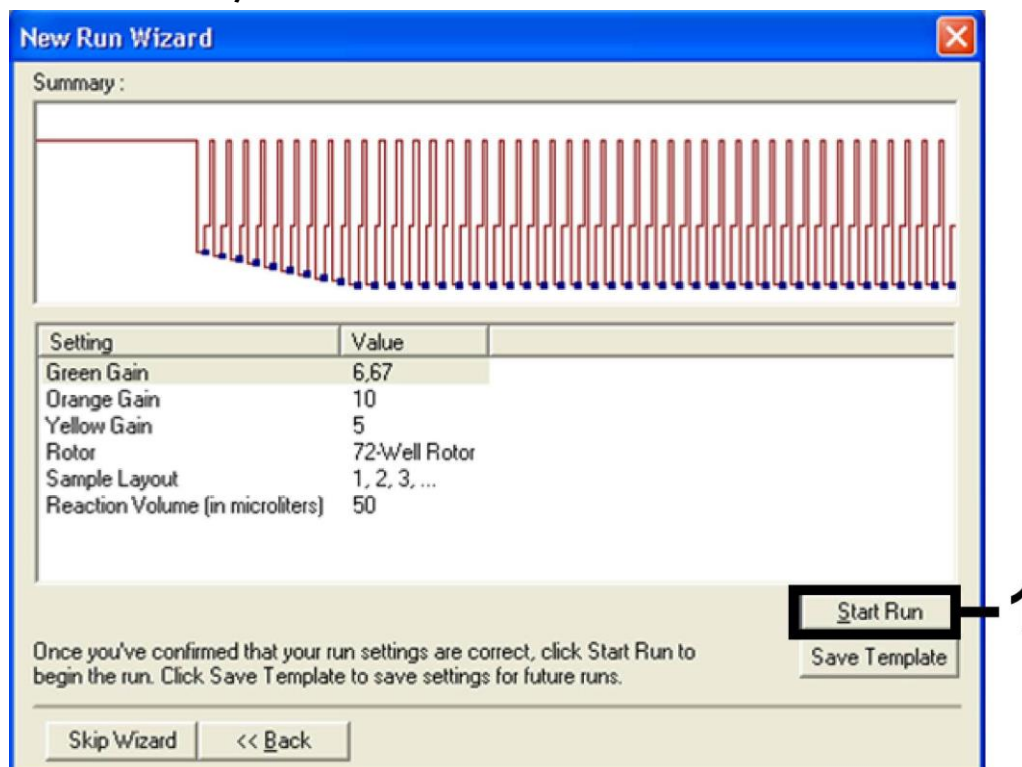

Fig. 9. Iniciar a corrida.
Iniciar a corrida	Fig. 9
10. Os valores de ganho determinados pela calibração dos canais são guardados automaticamente e listados na janela do último menu do procedimento de programação (fig. 9). Clique em “Start Run” (“Iniciar corrida”).